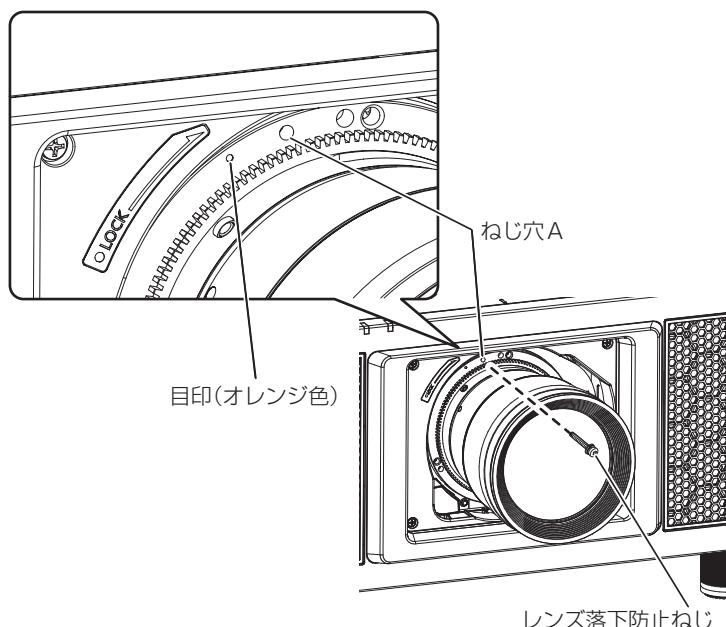

図2
2) 付属のレンズ落下防止ねじで、投写レンズを固定する（図2）